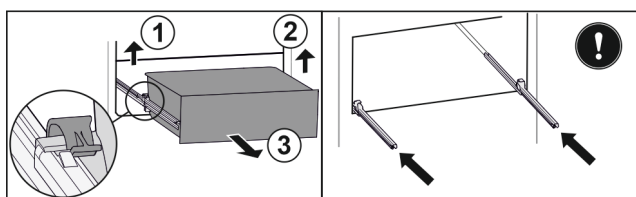

Fig. 118
- ▶ Podnieść lewy zacisk i wysunąć jednocześnie szufladę po lewej do przodu. Fig. 118 (1)
- ▶ Podnieść prawy zacisk i wysunąć jednocześnie szufladę po prawej do przodu. Fig. 118 (2)
- ▶ Wyjąć szufladę do przodu. Fig. 118 (3)